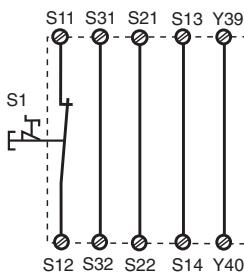
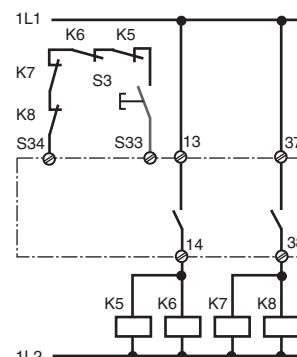

Fig. 2: Circuito de entrada monocanal, automático. rearme/Circuito di entrata monocanale, start automat./Eenkanalig ingangscircuit, automatische start
Fig. 10: como la Fig. 9 con rearne supervisado/come fig. 9 con start controllato/ Zoals fig. 9 met bewaakte start
En las fig. 2... a fig. 10 se presentan ejemplos de conexión posibles; paro de emergencia. Los cortocircuitos a través del paro de emergencia también son detectados.
- Fig. 2 y 7: S33-S34 **no** conectado
In fig. 2 ... fig. 10 sono riportati degli esempi di collegamento per il cablaggio di arresto d'emergenza con start automatico e manuale, per il comando delle porte di sicurezza, nonché per la moltiplicazione dei contatti mediante relè esterni.
- Fig. 2 e 7: **nessun** collegamento S33-S34
In fig. 2 ... 10 worden aansluitvoorbeelden gegeven van noodstopschakelingen met automatische en bewaakte start, hekbewakingen en contactvermeerdering d.m.v. externe magneetschakelaars.
- Fig. 2 en 7: **geen** verbinding S33-S34